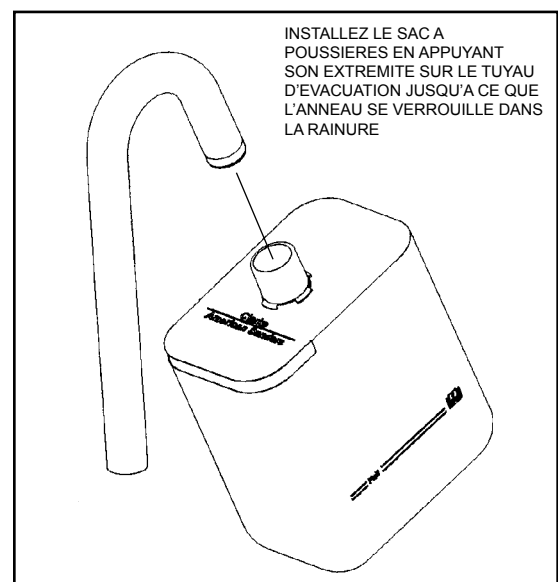

Figure 3
1. Monter l'extrémité de tuyau de 5 cm (figure 3, A) directement sur le tuyau d'évacuation (figure 3, B).